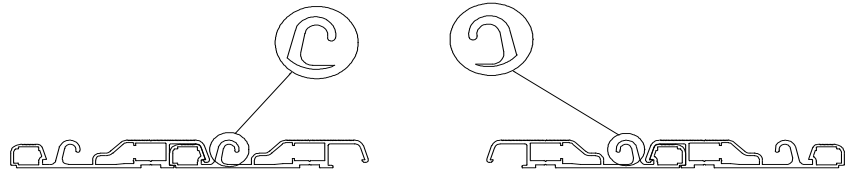

Bild 101
1.2. Die Schiene auf beiden Seiten mit den Haken gegenüber legen (Bild 101).